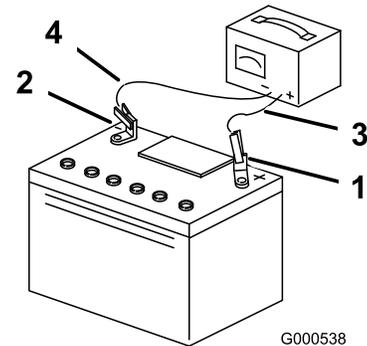

Bild 55
3. Ziehen Sie den Stecker des Ladegeräts aus der Steckdose, wenn die Batterie ganz aufgeladen ist. Klemmen Sie dann die Klemmen des Ladegeräts von den Batteriepolen ab (Bild 55).